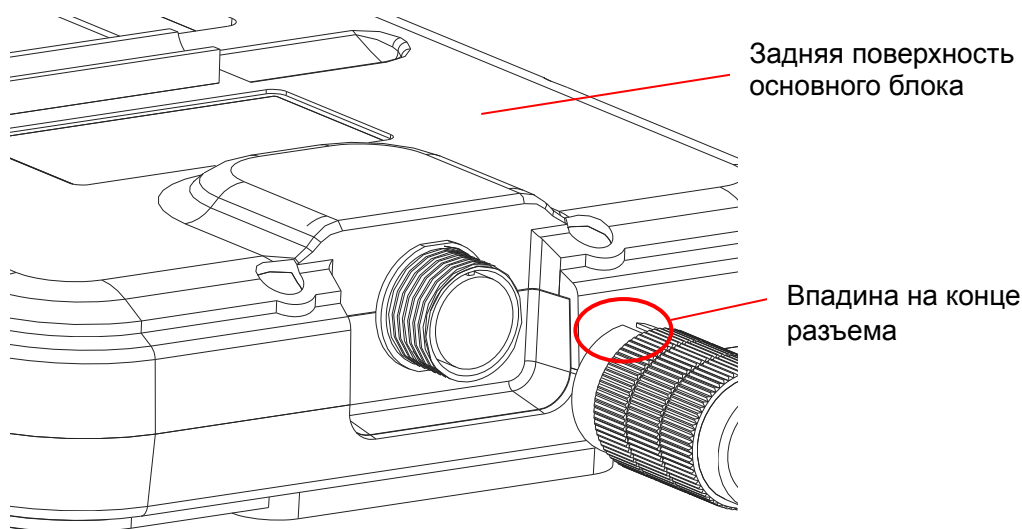

Рис.4-2 Подключение датчика
- а) Подключение датчика: Нажмите на резьбовую металлическую часть в конце разъема датчика, как показано на Рис.4-2, и убедитесь, что впадина резьбы на конце разъема датчика расположена правильно (верхняя часть с задней стороны основного блока и верхняя часть разъема). Вставьте разъем датчика в гнездо и поверните винтовую металлическую часть по часовой стрелке, затяните. Убедитесь, что датчик подсоединен должным образом. Чтобы отсоединить датчик, выполните описанные выше шаги в обратном порядке;